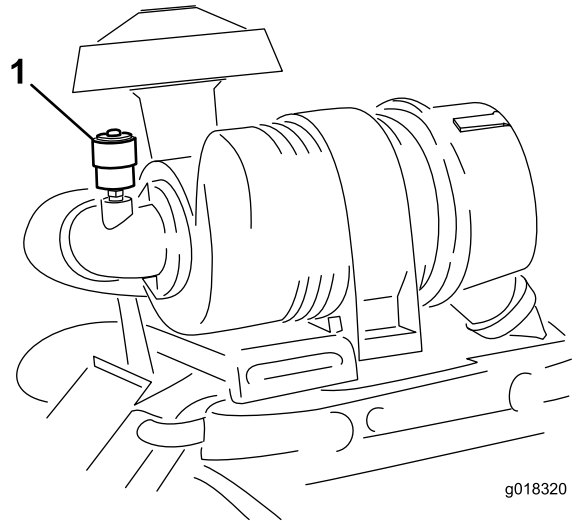

Figure 43
Remarque: Faites l'entretien du filtre à air uniquement quand l'indicateur de colmatage (Figure 43) indique que cela est nécessaire. Ne remplacez pas le filtre à air plus fréquemment que nécessaire ; cela ne fait qu'accroître le risque de contamination du moteur par des impuretés quand le filtre est déposé.
- Réarmez l'indicateur de colmatage (Figure 43) s'il est rouge.